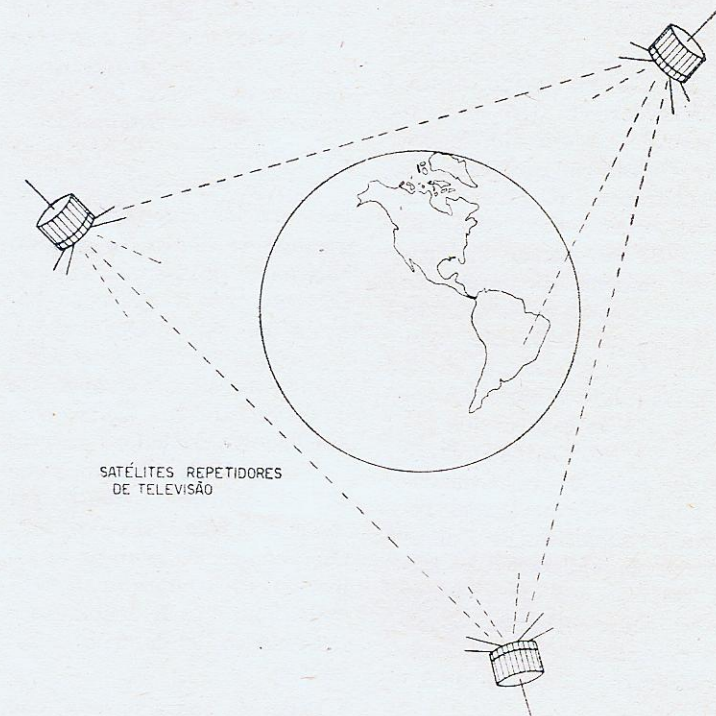

Figura 1
As vantagens mencionadas foram obtidas sem complicar demasiadamente o circuito, como pôde ser observado no esquema da figura 1. Os transformadores de F.I. possuem 4 terminais, como nos receptores comuns, sendo sua
1.º — Três ou quatro satélites "fixos", situados em órbitas circulares e equatoriais, a 36 000 quilômetros de altitude (figura 1).